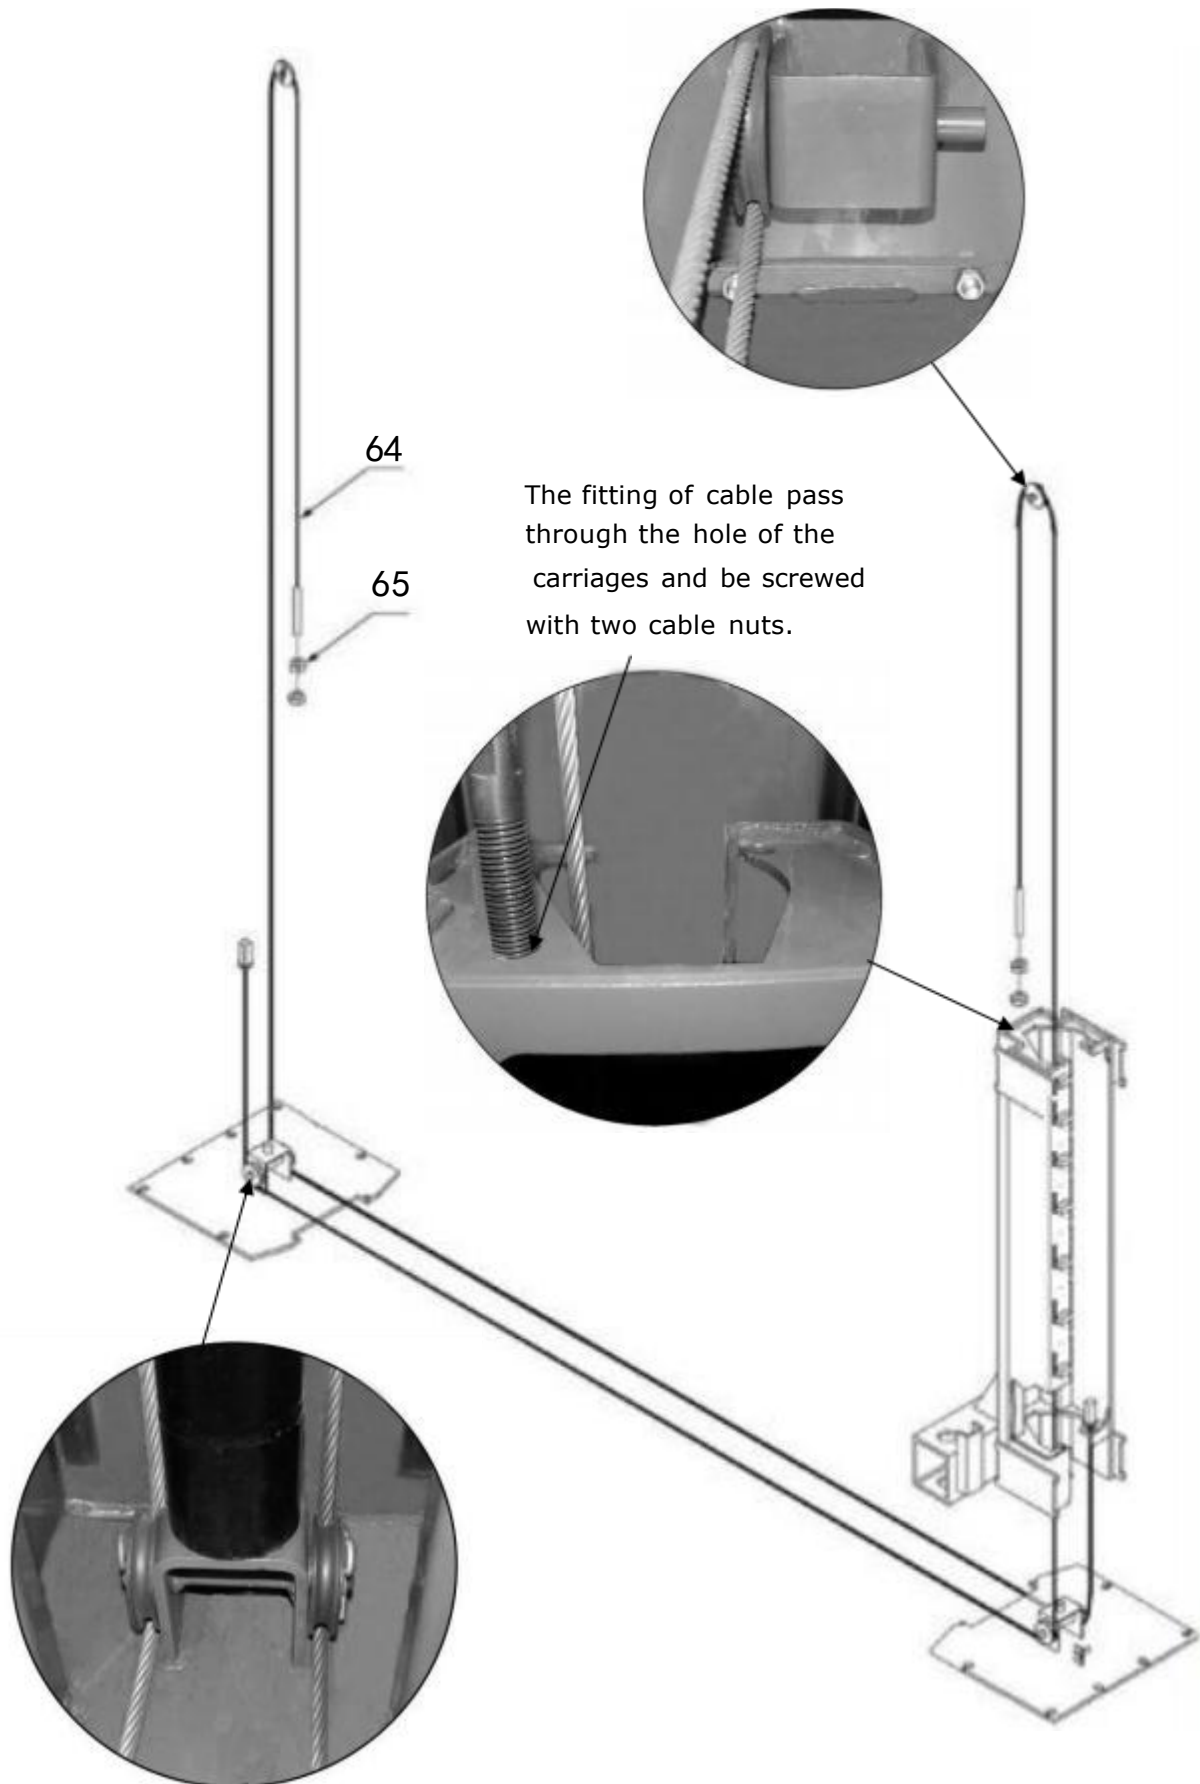

Fig. 19
I. Install cable (See Fig. 19)